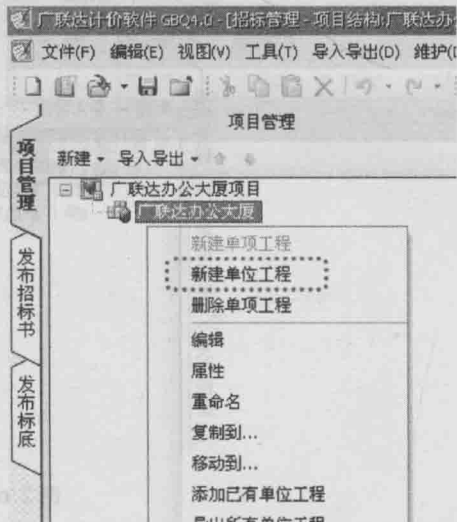

图 2.4 新建单位工程
④新建单位工程。在“广联达办公大厦”单击鼠标右键,选择“新建单位工程”,如图2.4所示。